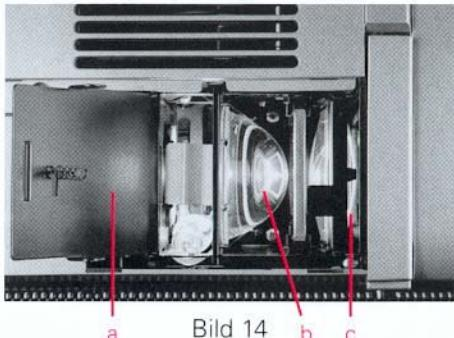

Bild 14
Lampenhausabdeckung (15) nach oben abheben. Lampenhausschutzplatte (a) in Pfeilrichtung entriegeln und hochstellen. Asphärische Linse (b) nach oben entnehmen (Bild 14). Die Lampen sind nun frei zugänglich. Defekte Halogenlampe nach oben herausziehen. Neue Halogenlampe 24 V/250 W in die Lampenfassung einsetzen.
upwards. Unlock the protection plate (a) in the direction of the arrow and position upwards. Remove the aspherical lens (b) upwards (Fig. 14). The lamps are now freely accessible. Pull faulty lamp upwards. Insert new halogen lamp 24 V/250 W into the socket. Replace aspherical lens (b). Close protection plate (a) until it locks in place. Adjust lamp (see page 14). Replace lamp housing cover (15).
Retirer le couvercle de la boîte à lumière (15) vers le haut, déverrouiller la plaque de protection de la boîte à lumière (a) dans le sens de la flèche et la relever, retirer la lentille asphérique (b) vers le haut (figure 14). Maintenant les lampes sont accessibles. Retirer la lampe halogène défectueuse vers le haut. Mettre en place la nouvelle lampe halogène 24 V / 250 W dans la douille.
Der Wechselkondensor (c) ist austauschbar (Bild 14). Er muß bei Objektiven mit Brennweiten über 150 mm ausgetauscht werden. Hierzu Lampenhausabdeckung (15) nach oben abnehmen und Lampenhausschutzplatte in Pfeilrichtung entriegeln. Serienmäßig gelieferten Wechselkondensor mit Halterahmen nach oben entnehmen. Wechselkondensor mit Halterrahmen für Brennweiten > 150 mm, (Best.-Nr. 37 229) von oben in die Führung einschieben.
The condenser (c) can be replaced (Fig. 14). It must be replaced in the case of lenses with a focal length above 150 mm. Remove the lamp housing cover (15) upwards and unlock the protective plate in the direction of the arrow. Remove the standard condenser with frame upwards. Insert condenser with frame for focal length > 150 mm, (Order No. 37 229) into the guide from above.
Le condenseur alternatif (c) est remplaçable (fig.14). Il doit être remplacé lors de l'utilisation d'objectifs à focales supérieures à 150 mm. Pour ce faire, retirer le couvercle de la boîte à lumière (15) vers le haut et déverrouiller la plaque de protection de la boîte à lumière dans le sens de la flèche. Retirer vers le haut le condenseur alternatif de série avec le cadre-support. Introduire le condenseur alternatif avec le cadre-support pour les focales > 150 mm, (N° Cde 37 229) par le haut dans les glissières.